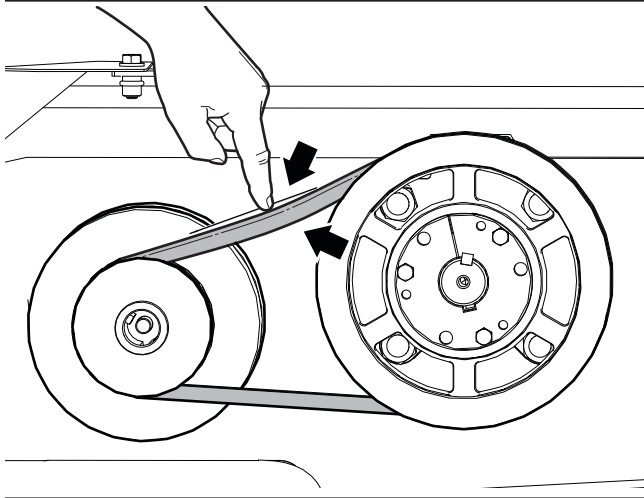

Fig. 39 – Vérifiez la tension de la courroie d'entraînement
- Appuyez sur le centre supérieur de la courroie d'entraînement du rotor et mesurez la distance parcourue. Voir la Fig. 39 à la page 59.